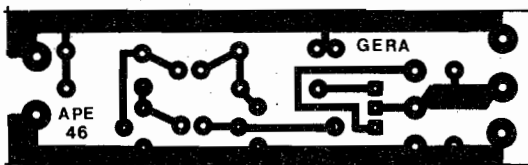

Fig.2
- FIG. 2 - LAY OUT ESPECÍFICO PARA O CIRCUITO IMPRESSO - O único "trambolho" da montagem será a própria bobina de ignição (de cujo tamanho e peso não se pode fugir...), já que o circuito de comando, em si, é bastante compacto... Uma pequena tira de fenolite virgem (6,8 x 2,0 cm.) que tenha "sobrado" de alguma montagem anterior, servirá perfeitamente... A figura mostra, em tamanho natural (escala 1:1) o desenho das áreas cobreadas, ilhas e pistas necessárias à interligação soldada das peças... A grande simplicidade do padrão permitirá que o Hobbysta, mesmo principiante, realize com facilidade a confecção, partindo da traçagem com decalques ou tinta/caneta especial... É só copiar com carbono sobre o lado cobreado do fenolite, demarcar com precisão o centro das ilhas, efetuar a traçagem e a corrosão, seguidas da limpeza e da furação... Nada complicado.